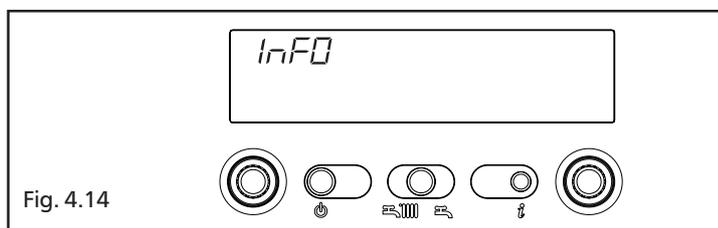

Fig. 4.14
Premendo il tasto  il display si spegne e appare solo la scritta InFO (fig. 4.14). La caldaia permette, premendo il tasto , di visualizzare alcune informazioni utili per il suo utilizzo.
**Info 0** visualizza la scritta InFO (fig. 4.14)